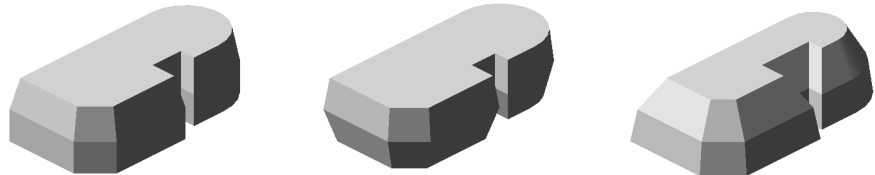

Рис. 84.4. Выдавливание в двух направлениях с различными параметрами уклона
- ▼ При выдавливании в двух направлениях указанные параметры требуется ввести дважды — и для прямого, и для обратного направления (рис. 84.4).